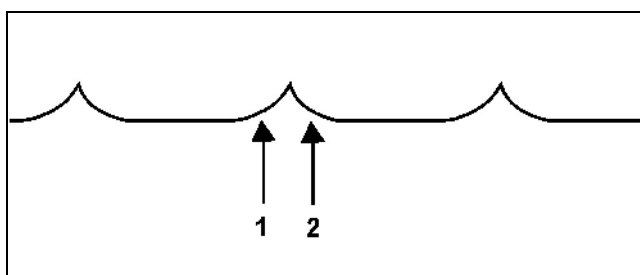
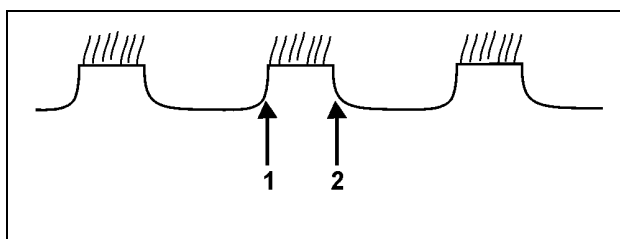
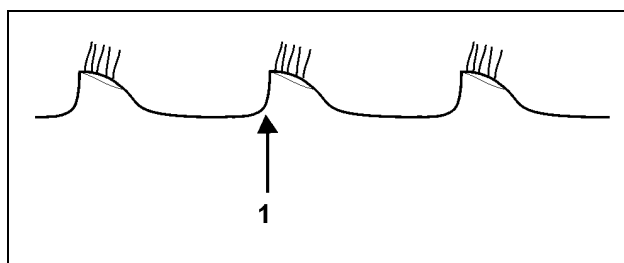

Fig. 1
Fig. 2
Fig. 3
- Fig. 1: optimales Schnittbild!
- Fig. 1: Correct setting of disc rows!
- 1. Scheibenreihe nach rechts verstellen und erneut kontrollieren (Fig. 2):
- Die Schnittkante der 2. Scheibenreihe ist nicht sichtbar und folgt der 1. Scheibenreihe (Fig. 3): 1. Scheibenreihe nach links verstellen.
- Adjust the 1st disc row to the right hand side and check again (Fig. 2):
- The cutting edge of the 2nd disc row is not visible and follows the 1st disc row (Fig. 3): Adjust 1st disc row to the left hand side.
Schnittkante 1. Scheibenreihe (Fig. 1/1, Fig. 2/1, Fig. 3/1).
Schnittkante 2. Scheibenreihe: (Fig. 1/2, Fig. 2/2, Fig. 3/2).
Cutting edge of the 1st disc row: (Fig. 1/1, Fig. 2/1, Fig. 3/1).
Cutting edge of the 2st disc row: (Fig. 1/2, Fig. 2/2, Fig. 3/2).